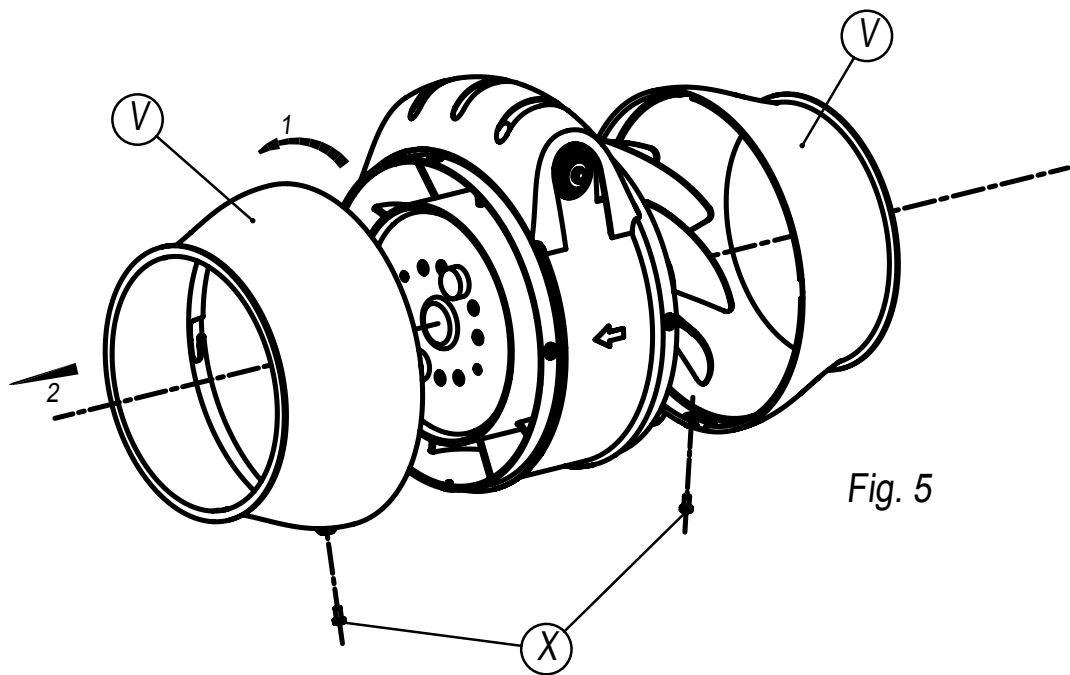

Fig. 5
- Снимите два конусных патрубков (V): Ослабьте винты на конусных патрубках, поверните каждый патрубок примерно на 9° против часовой стрелки и снимите трубу, потянув за нее (см. Рис. 5).